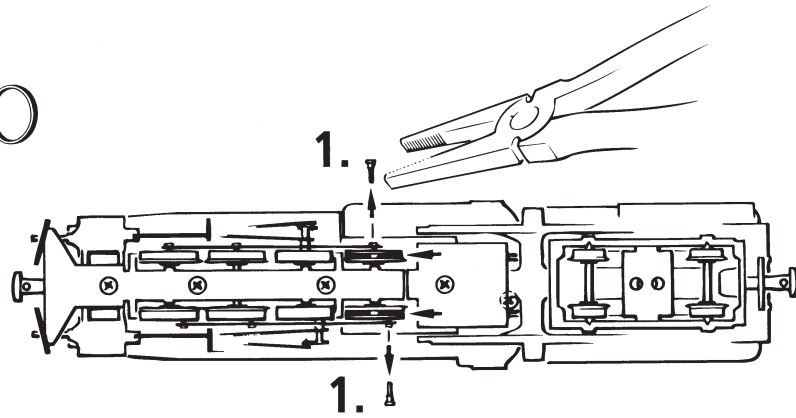

Fig. 6
4. Motorwechsel: Lokgehäuse abnehmen (Fig. 3). Danach wird der Motor bzw die Kohlebürsten ausgewechselt (Fig. 6).
4. Motor Changing: First remove loco body (fig. 3), and then change the **carbon brushes** or the **motor** (fig. 6).
4. Remplacement du moteur: Démontez la caisse (voir fig. 3). Démontez ensuite le moteur et échangez le balais ou le moteur (fig. 6).